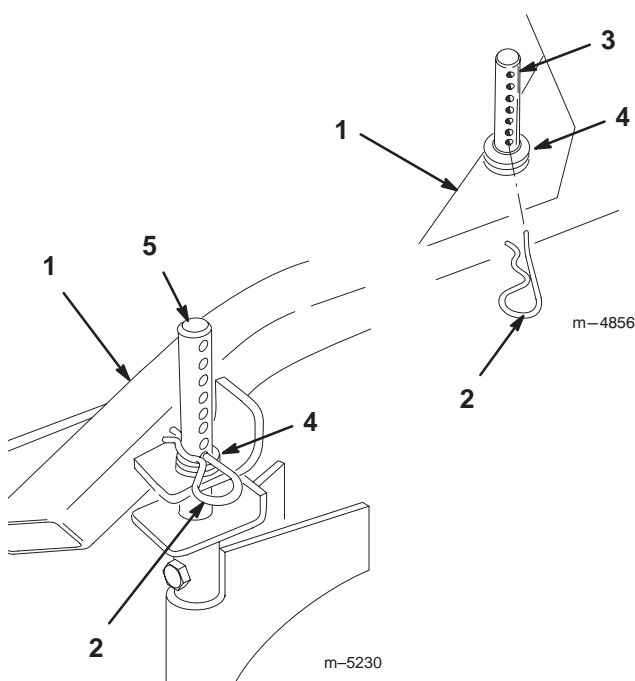

Bild 20
1. Entfernen Sie zum Einstellen den Splint aus dem Schnitthöhen-Einstellposten (Bild 20).
2. Wählen Sie das Loch im Schnitthöhen-Einstellposten, das der von Ihnen gewünschten Schnitthöhe entspricht (Bild 20).
3. Heben Sie die Seite des Schneidwerks hoch und entfernen den Splint (Bild 20).
4. Fügen Sie Distanzstücke bei oder entfernen solche bei Bedarf. Fluchten Sie die Löcher aus und stecken den Splint ein (Bild 20).